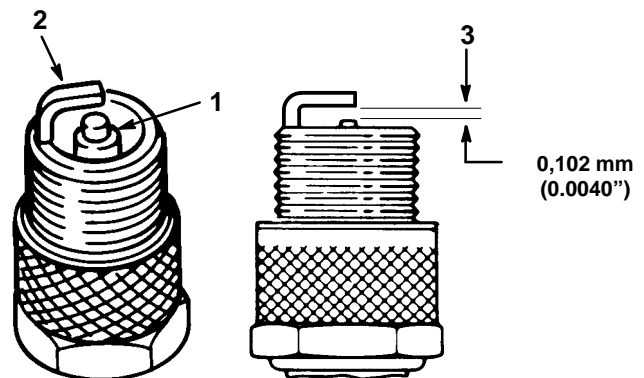

Figure 24
1. Inspecter le centre de la bougie (Fig. 24). Si le bec de l'isolateur est recouvert d'un léger dépôt gris-brun, le moteur fonctionne correctement.
2. Contrôler l'écartement entre l'électrode centrale et l'électrode latérale (Fig. 24). Courber l'électrode latérale (Fig. 24) si l'écartement est incorrect.